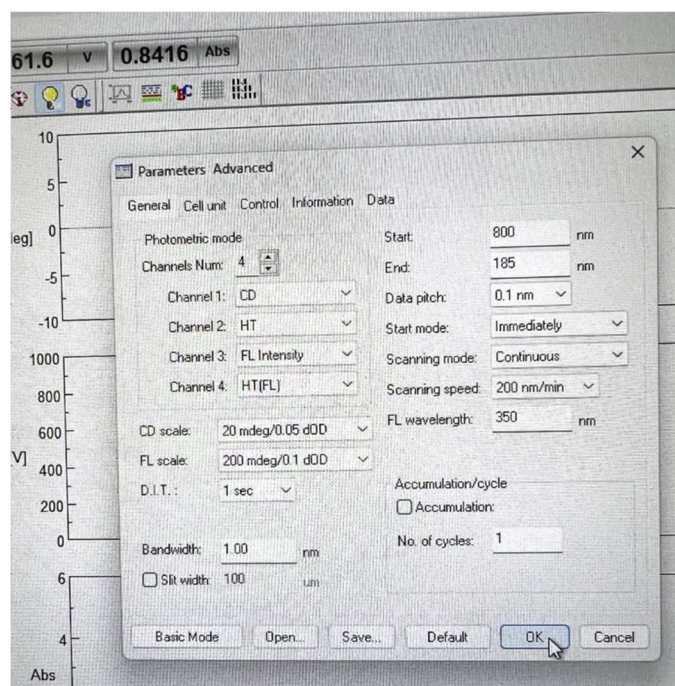

Figura 7. Parametri per la misura di uno spettro in aria.
3. Nella finestra **General**, inserire i parametri di scansione per registrare lo **spettro in aria**. In Figura 7 sono riportati i parametri da impostare: